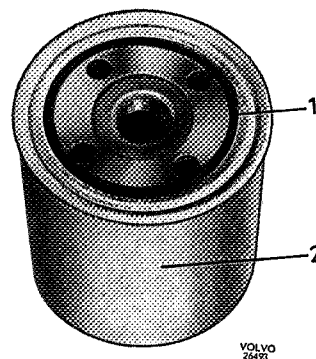

Fig. 2-56. Oliefilter gereed voor montage
2. Smeer de rubber pakking (1, Fig. 2-56) van het nieuwe filter met olie in en zorg ervoor dat het contactvlak voor het oliefilter vrij van vuil is. Door hem met olie in te smeren glijdt de pakkingring beter langs het afdichtvlak. Schroef het filter er met de hand op, totdat het net het cilinderblok raakt.